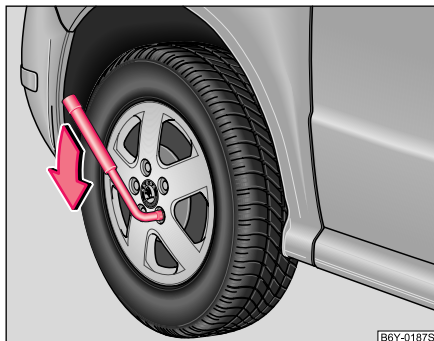

Fig. 144 Changement de roue: Desserer un peu les boulons de roue
- Saisissez l'extrémité de la clé et faites décrire au boulon un tour environ vers la gauche ⇒ fig. 144.